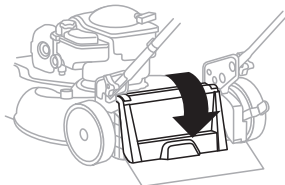

Fig. 11
2. Baje y cierre la cubierta de descarga trasera. La cortadora de césped está lista para cubrir con mantillo (Fig. 11).